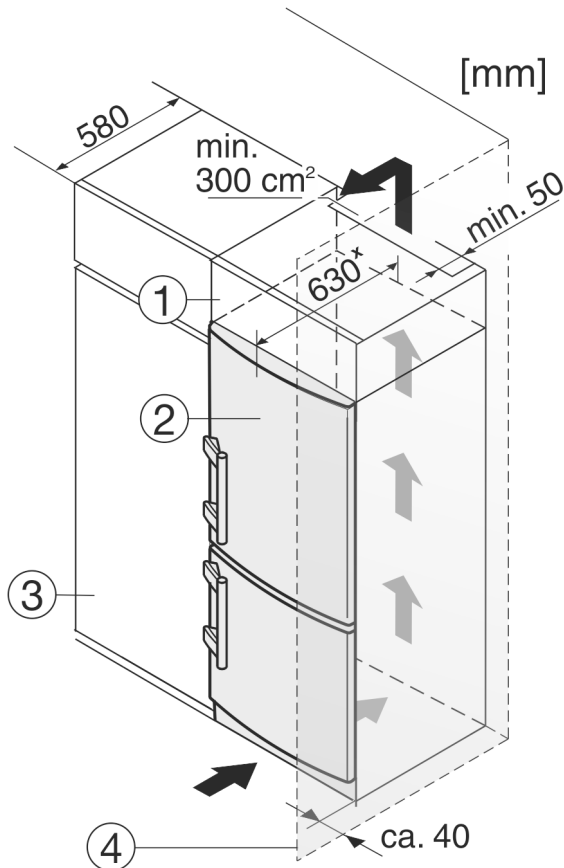

Fig. 9
- (1) Mobile da appoggio (3) Mobile da cucina
(2) Apparecchio (4) Parete
L'apparecchio può essere incassato nell'arredamento per la cucina. Per adattare l'apparecchio Fig. 9 (2) all'altezza della cucina componibile, è possibile applicare sopra l'apparecchio un adeguato mobile da appoggio Fig. 9 (1).
Si la cocina posee armarios (profundidad máx. 580 mm), el aparato se puede colocar directamente junto al armario de cocina Fig. 9 (3). El aparato sobresale 34 mm* por los lados y 50 mm* en el centro del aparato respecto al frente del armario de cocina.
Se l'apparecchio con cerniere viene installato accanto ad una parete Fig. 9 (4), la distanza minima fra l'apparecchio e la parete deve essere almeno di 40 mm, che corrisponde alla sporgenza della maniglia con la porta aperta.